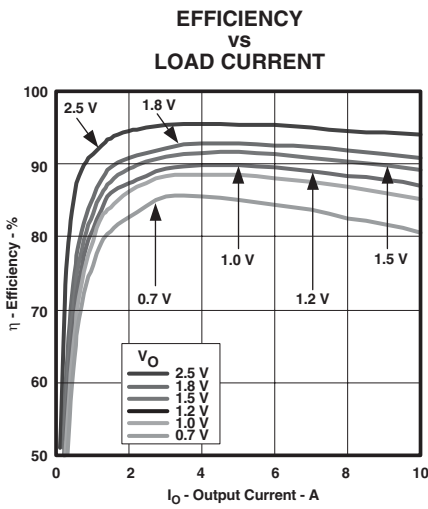
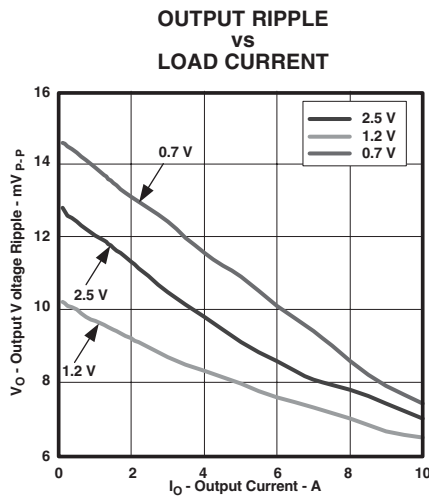
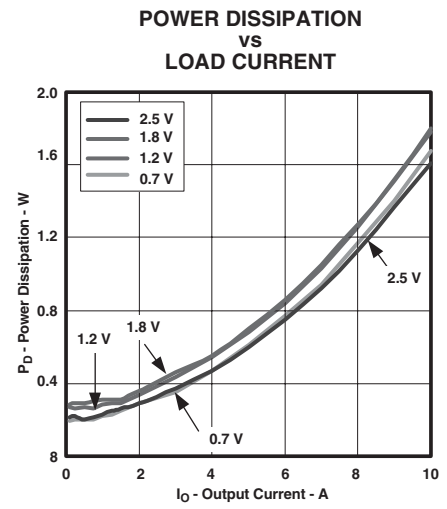

図 5
図 6
図 7
- (1) 電氣的特性データは、25°Cでテストした実際の製品から求めたものです。このデータは、コンバータのデータと考えられます。図5、図6、および図7に対して適用されます。